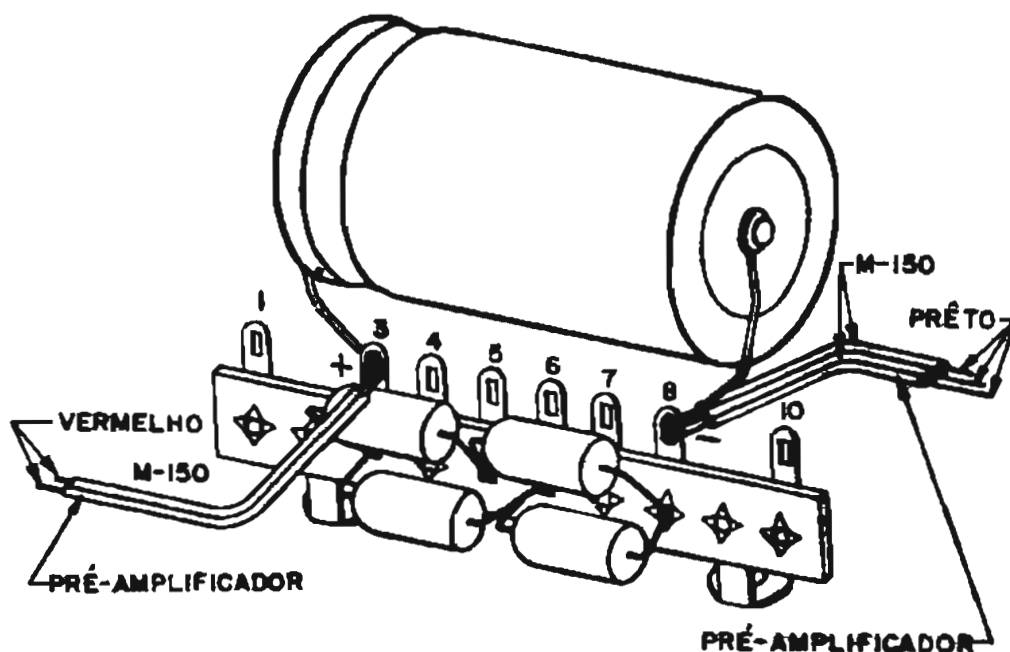

Figura 17 - Montagem da ponte retificadora na régua de terminais.
Monte o conjunto de acôrdo com as instruções abaixo, orientando-se pela figura 17.
- b) Coloque e solde o capacitor C_{10} de $2500\mu\text{F} \times 50\text{V}$, com a polaridade indicada na figura 17;
A retificação é feita por duas pontes idênticas à anterior, uma para cada canal. A montagem, sobre a régua, indicada na figura 17, deverá ser efetuada duas vezes, seguindo-se os itens de a até e da etapa B1. Os pontos 5, 6 e 8 da segunda régua deverão ser ligados, respectivamente, aos pontos 5, 6 e 8 da primeira.